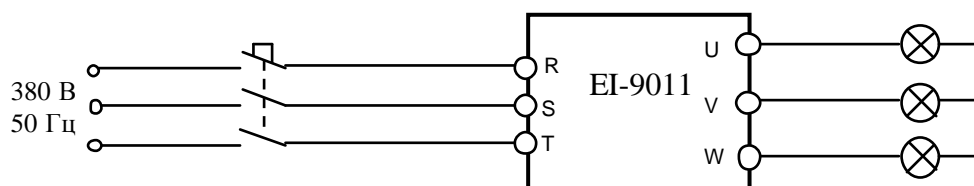

Рис. 4.11. Подключение ПЧ к сети 3ф 380В
4.11.1. Подключить три лампы (п.3.4.5.) к выходным клеммам U, V, W преобразователя частоты. Подать питание ~380 В 3Ф (рис. 4.11).